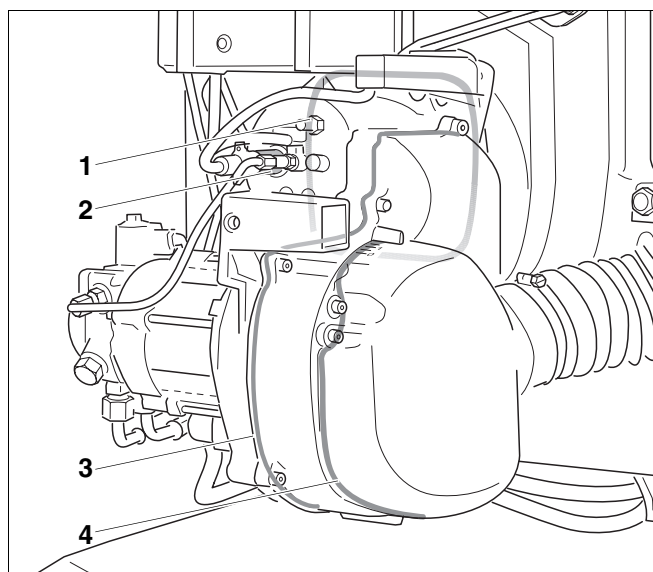

Рис. 41 Дополнительное уплотнение Logator BE RLU
- плоское уплотнение фланца горелки (рис. 41, **поз. 1**)
- уплотнение шумоглушителя (рис. 41, **поз. 4**)
- уплотнение основания корпуса круглым шнуром (рис. 41, **поз. 3**).
- держатель датчика пламени (рис. 41, **поз. 2**).